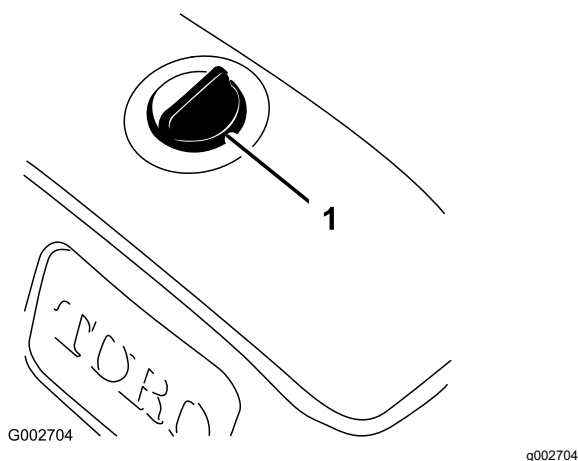

Figura 39
3. Curăai zona din jurul capacului rezervorului de ulei hidraulic pentru a preveni intrarea reziduurilor în rezervor (Figura 39).